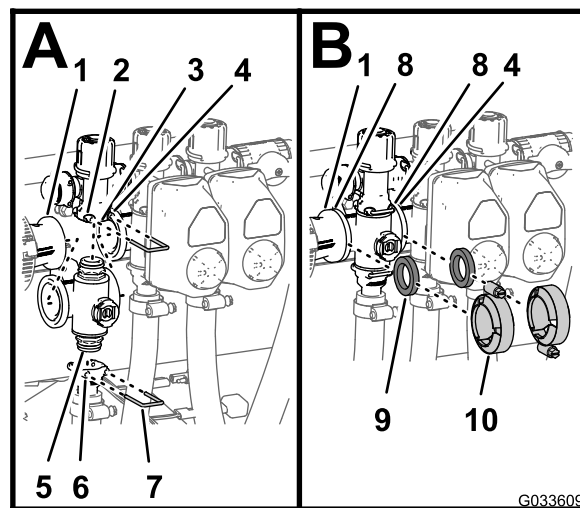

Рисунок 128
- Вставьте верхний штуцер торцевой крышки коллекторного клапана в перепускной штуцер (Рисунок 128 А.).
- Закрепите штуцер торцевой крышки на перепускном штуцере, вставив держатель в гнездо перепускного штуцера (Рисунок 128 А).
- Установите выпускной штуцер на нижний штуцер торцевой крышки коллекторного клапана (Рисунок 128 А).
- Прикрепите штуцер торцевой крышки к выпускному штуцеру, вставив держатель в гнездо выпускного штуцера (Рисунок 128А).
- Установите прокладку между фланцами переходной муфты и коллектором клапана секции (Рисунок 128В).
- Смонтируйте переходную муфту, прокладку и коллектор клапана секции с помощью хомута, затянув его от руки (Рисунок 128В).
- При установке 2 самых левых клапанов секций установите прокладку между фланцами 2 прилегающих коллекторов клапанов секций (Рисунок 128В).
- Смонтируйте 2 находящихся рядом коллектора клапанов секций и прокладку с помощью хомута, затянув его от руки (Рисунок 128В).